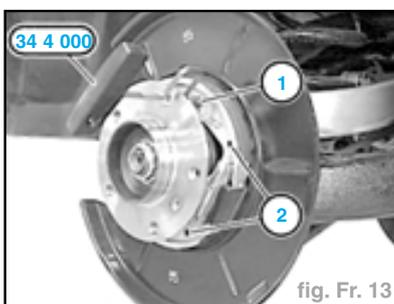

fig. Fr. 13
- Contrôler les ressorts de rappel et les remplacer si nécessaire. Faire attention à la position de la vis de réglage (2).
- Tourner la goupille élastique (1) de **90°** avec l'outil Réf **34 4 000** et la décrocher.
- Déposer les segments (2) (fig. Fr. 13).